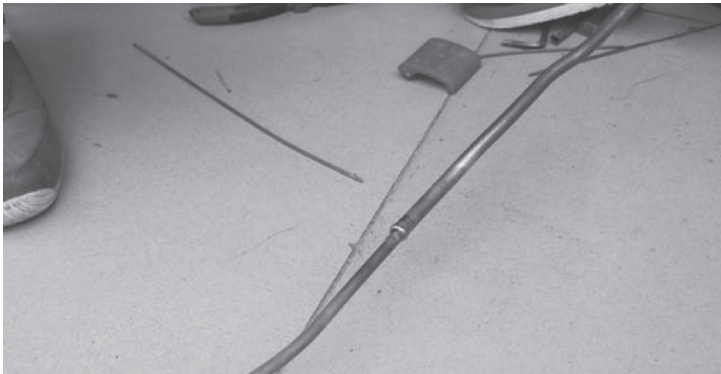

图 3-22 焊好的接口
3) 当焊料熔化流向两管间隙处, 随之把焊条移到焊缝下部 (当然焊条放置时也可先下后上); 待焊接部位全部被熔化的焊锡均匀包围, 且焊料覆盖接口处左右 0.8cm 以上, 即可移出焊枪并关闭, 如图 3-22 所示。